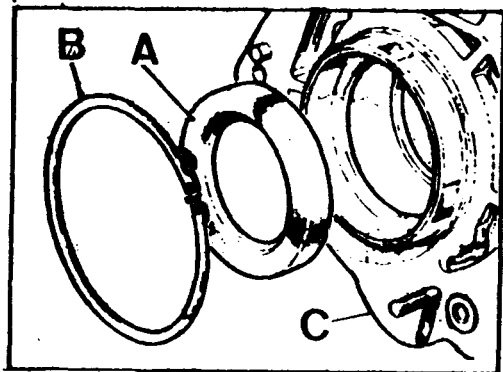

Fig. C-107 Cáster principal de la caja de velocidades
1.1. Por la parte trasera del cárter de la caja de velocidades, extraer el retén de aceite, A (Fig. C-107) y el arillo elástico, B, que sujeta el acoplamiento del cojinete trasero del eje principal al cárter.
- 3.5. Montar el arillo elástico, B (Fig. C-107), que sujeta el acoplamiento del cojinete, en la ranura circular que existe en el mismo.